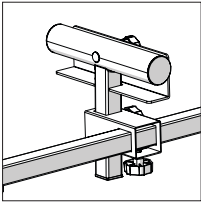

Fig. 5
- Inserte el poste de apoyo de trabajo dentro del soporte y bloquéelo en posición usando un botón de bloqueo. **(Fig. 5)**